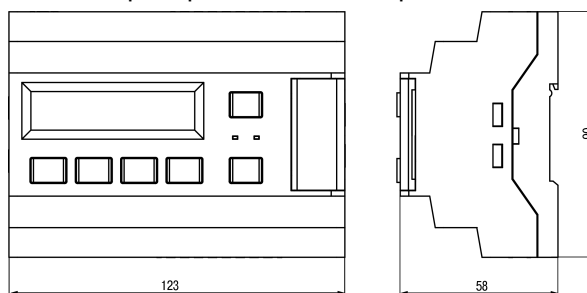

Рисунок 4.2 – Габаритный чертеж прибора
1. Подготовить на DIN-рейке место для установки прибора в соответствии с размерами прибора (см. рисунок 4.2).